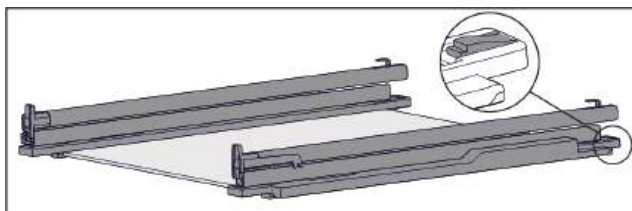

Fig. 99 Glasplatte mit Schienen und Halteteilen
- Halteteil hinten herunterdrücken (siehe Fig. 99) und gleichzeitig Schiene nach hinten schieben.